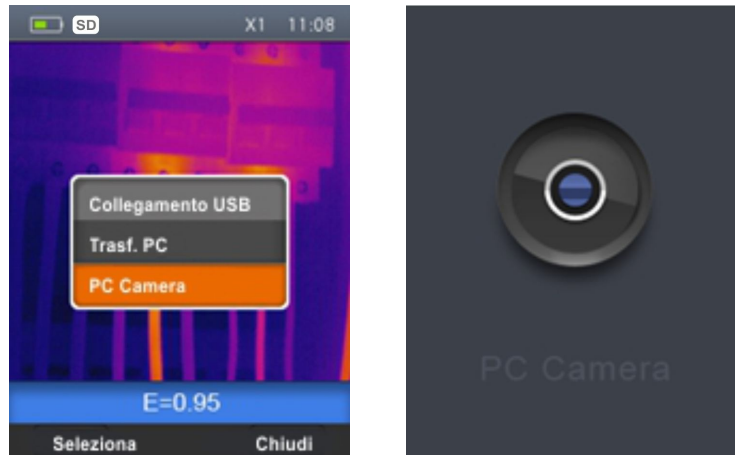

Abb. 33: Echtzeit-Anzeige eines Bildes auf dem PC
1. Verbinden Sie das USB-Kabel mit dem Gerät (siehe Abb. 2 – Teil 19) und an den PC. Die folgende Bildschirmseite (siehe Abb. 33 – Linke Seite) erscheint im Display:
2. Benutzen Sie die  $\oplus$  oder  $\ominus$  Tasten zur Auswahl der Option "PC-Kamera" und drücken Sie "Auswählen". Die Bildschirmseite Abb. 33 – rechte Seite erscheint im Display.